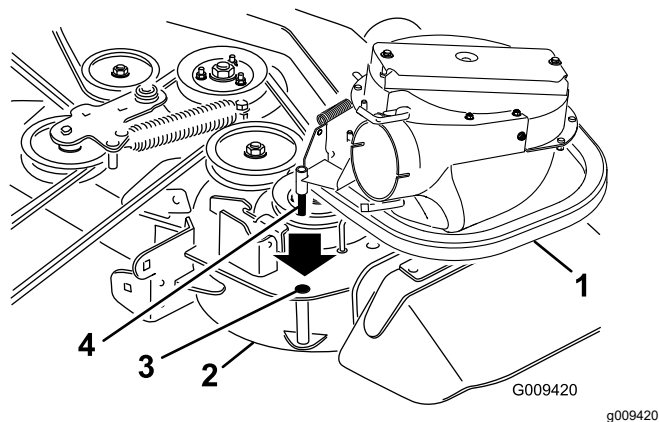
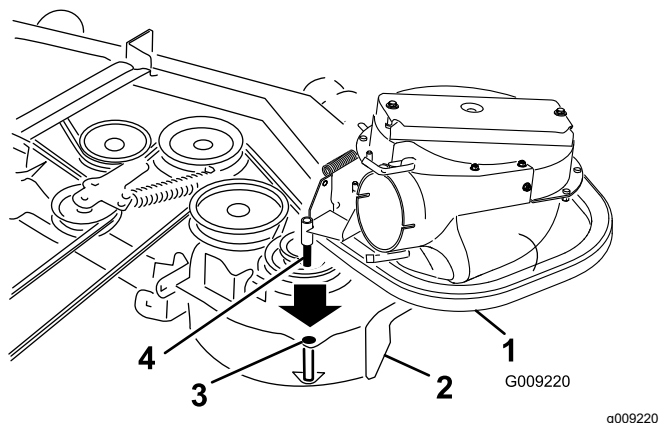

Figura 16
Figura 17
2. Introduzca la clavija del soplador en el orificio del pivote (Figura 16 o Figura 17).